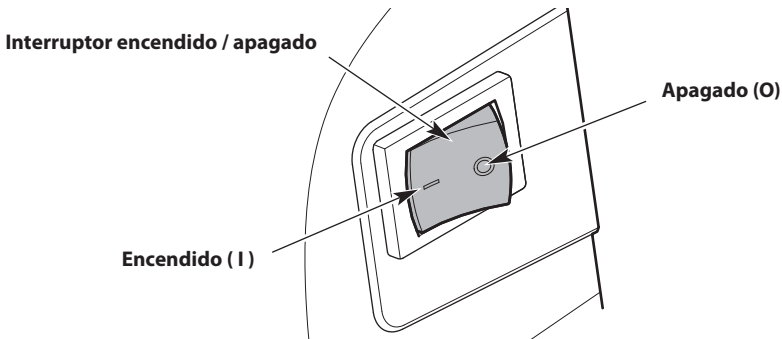

Fig. 11
NOTA: No es necesario encender la unidad. El interruptor de encendido/apagado está en la posición **Encendido (I)** en todo momento (Fig. 11).
2. Oprima y mantenga apretado el interruptor de encendido/apagado en la posición **Apagado (O)** hasta que el motor se pare por completo (Fig. 11).